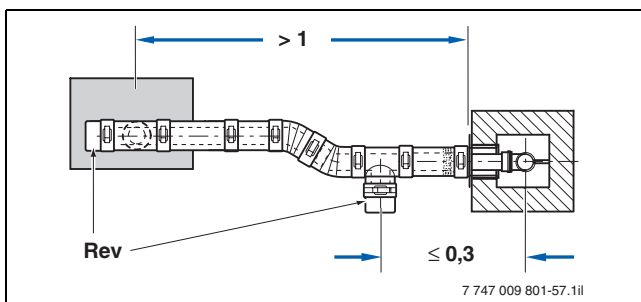

Bild 55 Beispiel zur Anordnung der Inspektionsöffnungen (Rev) bei einer waagerechten Abgasleitung mit Umlenkung im Aufstellraum (Draufsicht, Maße in m)
- Seitlich im waagerechten Abschnitt der Abgasleitung höchstens 30 cm von der Umlenkung in den senkrechten Abschnitt entfernt (→ Bild 55)